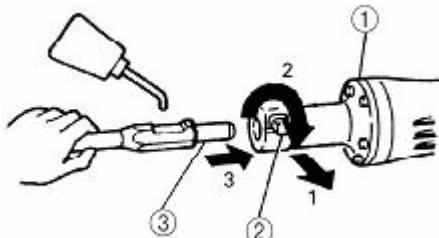
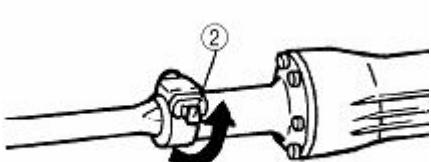

Рисунок 2
Рисунок 3
- необхідно почистити, а потім змастити невеликою кількістю (1-2 г) хвостовик змінного інструменту (3) (дивіться рисунок 2) пластичним мастилом або рідким індустріальним.
- повернути стопорний важіль (2) на 180° за годинниковою стрілкою, одночасно витягаючи його (дивіться рисунок 2).
- вставити хвостовик змінного інструменту (3) у шестигранний отвір в передній частині корпусу виробу (1).
- зафіксувати змінний інструмент, повернувши стопорний важіль (2) на півверта у початкове положення (дивіться рисунок 3).